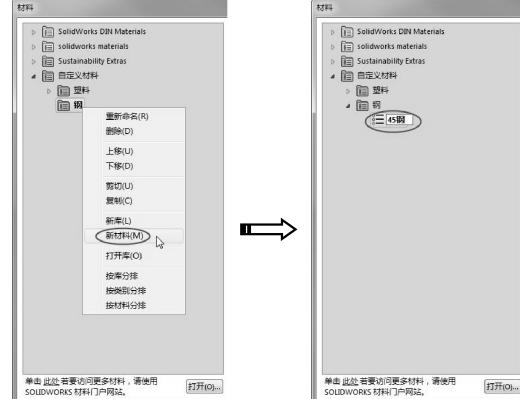

图 9-30 新建材料
- 02 在新建的【钢】类别位置右击，并选择【新材料】命令，新建命名为【45 钢】的材料，如图 9-30 所示。